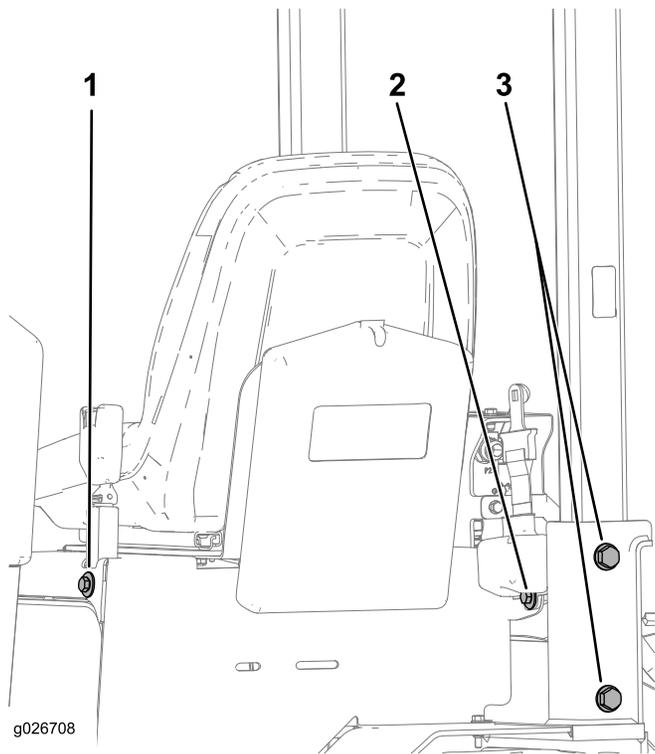

Figura 43
1. Compruebe que los 4 pernos que sujetan la barra del ROPS al chasis de la máquina están apretados a 203–223 N·m (150–165 pies-libra); consulte Figura 43.
2. Compruebe que los pernos y las tuercas que sujetan el retractor y la hebilla del cinturón de seguridad al asiento están apretados a 104–115 N-m (77–85 pies-libra); consulte Figura 43.